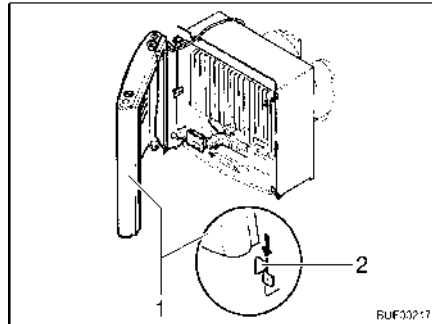

Fig. 115 Revestimiento de la calefacción, orejetas de sujeción
- Montar el revestimiento de la calefacción. Para ello situar el revestimiento (Fig. 115,1) en las orejetas de sujeción inferiores (Fig. 115,2).